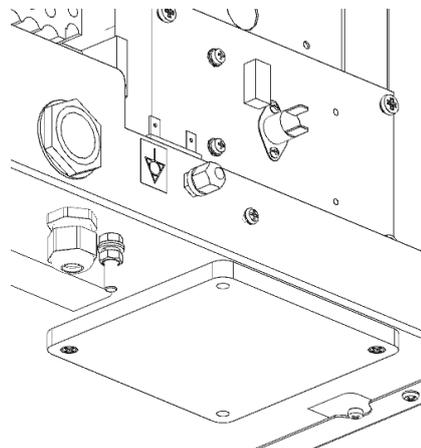

Рис. 5
2. На основании конвекционной печи (сзади) снять заглушку и в отверстие установить кабельный ввод КГВ-11 из комплекта зонта (см. Рис. 5);